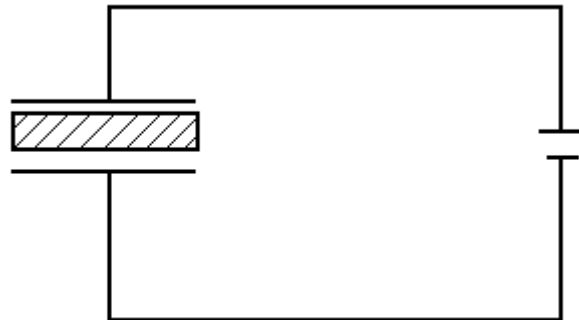

Рис.2
10. Плоский воздушный конденсатор с площадью пластин S и расстоянием между ними d подключен к батарее, поддерживающей постоянную разность потенциалов U . Параллельно обкладкам конденсатора в него вдвигают диэлектрическую пластину толщиной $L (L < d)$ с диэлектрической проницаемостью ϵ . Определите напряженность электрического поля во всем пространстве между обкладками и поверхностную плотность поляризационных зарядов (рис.2).